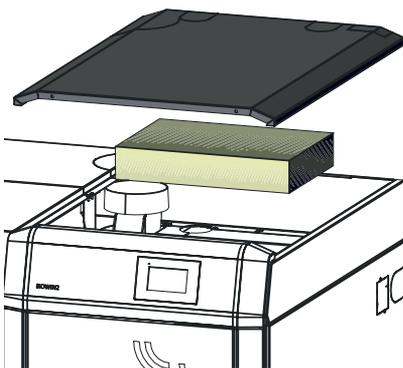

Fig. 47 Verkleidungsdeckel und Isolierung entfernen
- ▶ Verkleidungsdeckel und Isolierung über Nachheizflächen-Deckel entfernen – Fig. 47.